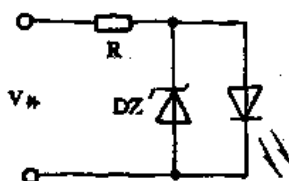

图 6-38 并联整流二极管保护发光二极管
(1)在发光二极管的驱动电路中加限流电阻,电阻大小根据外加电压来确定,保证其外加电压(1.5~2.5V)和通过的电流(10mA 左右)不超过额定值,还可在发光二极管两端反向并联一只整流二极管(如图 6-38 所示)加以保护,且在高温环境下使用时还应降低外加电压使用。